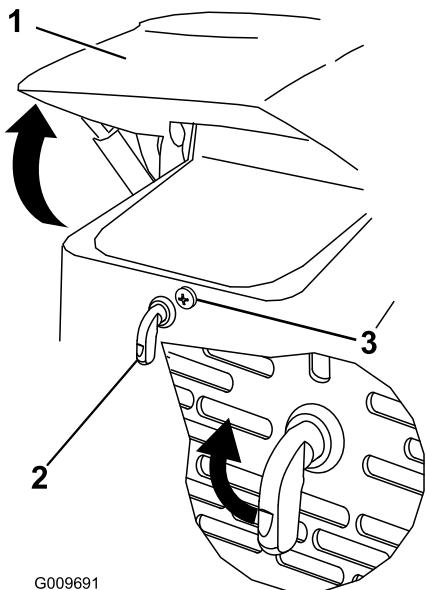

Figure 21
- Desserrez la vis de verrouillage du capot (Figure 21)
- Tournez le verrou du capot dans le sens horaire (Figure 21).
- Soulevez le capot (Figure 21).
- Serrez la vis de verrouillage du capot pour fixer le verrou (Figure 21).